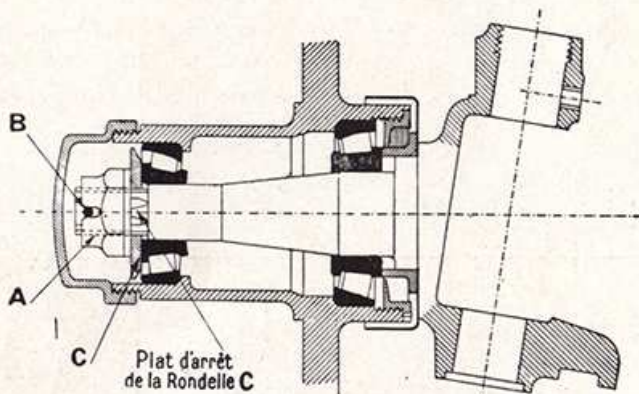

Fig. 16.
Le moyeu et ses roulements étant remis à leur place sur la fusée, serrer avec précaution l'écrou (A) (Fig. 16) jusqu'à ce qu'en tournant la roue à la main on éprouve une légère résistance. Dévisser alors cet écrou (A) de la quantité minimum nécessaire pour introduire la goupille fendue (B), à la fois dans un créneau de l'écrou et dans un des trous percés à l'extrémité de la partie fileté de la fusée.